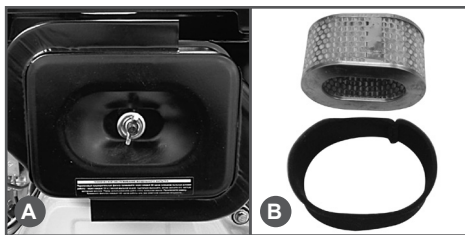

Рис. 27 Воздушный фильтр
1. Открутите барашковую гайку и снимите крышку воздушного фильтра (Рис.27А).
Воздушный фильтр состоит из двух фильтрующих элементов (Рис.27В):